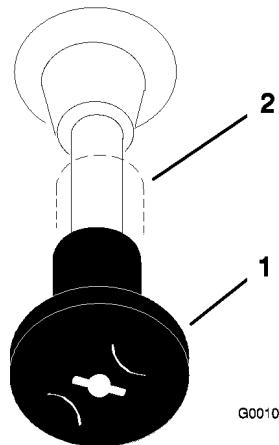

Figure 14
4. Placez la manette de starter en position ouverte pour démarrer à froid (Figure 14).
7. Lorsque le moteur a démarré, amenez progressivement la manette de starter en position hors service (Figure 14). Si le moteur cale ou hésite, tirez à nouveau sur la manette de starter pendant quelques secondes, puis repoussez-la à la position voulue. Répétez l'opération si nécessaire.